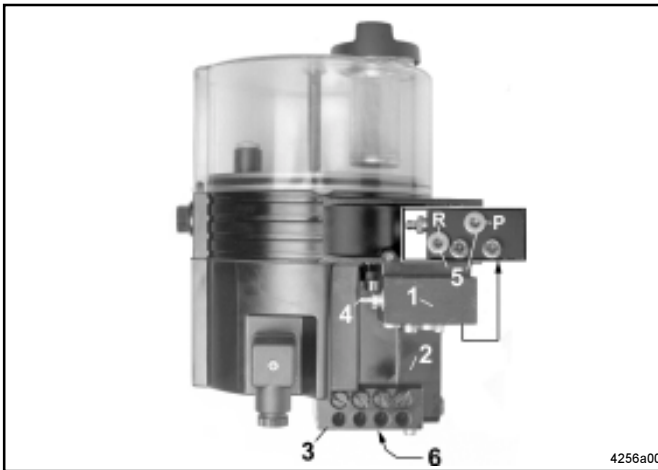

Abb. 16 - QLS 311 mit unten montiertem SSV Verteiler
- SSV Verteiler unten montiert (s. Abb. 16)